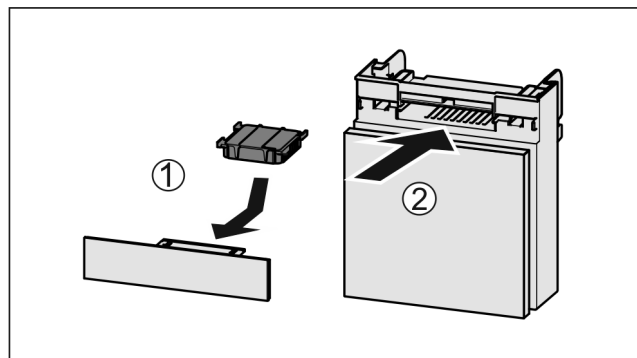

Fig. 87
- Поставете Fig. 87 (1) филтъра с активен въглен, както е показано на фигурата.
- Вкарайте Fig. 87 (2) отделението.